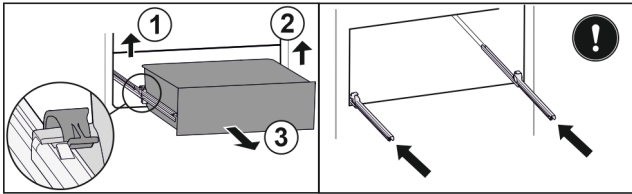

Fig. 37\*
- ▶ Повдигнете лявата скоба и едновременно с това изтеглете напред чекмеджето отляво Fig. 37 (1).\*
- ▶ Повдигнете дясната скоба и едновременно с това изтеглете напред чекмеджето отдясно Fig. 37 (2).\*
- ▶ Извадете чекмеджето напред Fig. 37 (3).\*